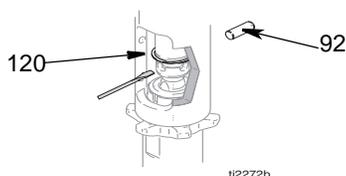
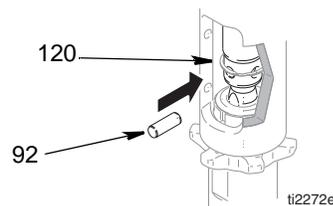

図 8
図 11
4. (図 8) 保持リング (120) を押し上げ、ピン (92) を押し出します。
2. (図 11) ポンプロッドのピンホールが油圧ロッドのホールと並ぶまでエンジン始動ロープをゆっくり引きます。図 8。ピン (92) をホールに押し込みます。保持リング (120) を溝に押し入れます。